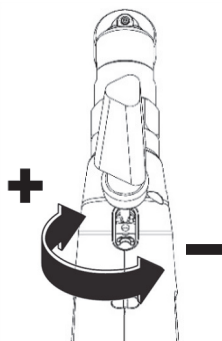

Figure 4
3. Tournez le bouchon fileté comme sur la figure 4 pour régler le couple.